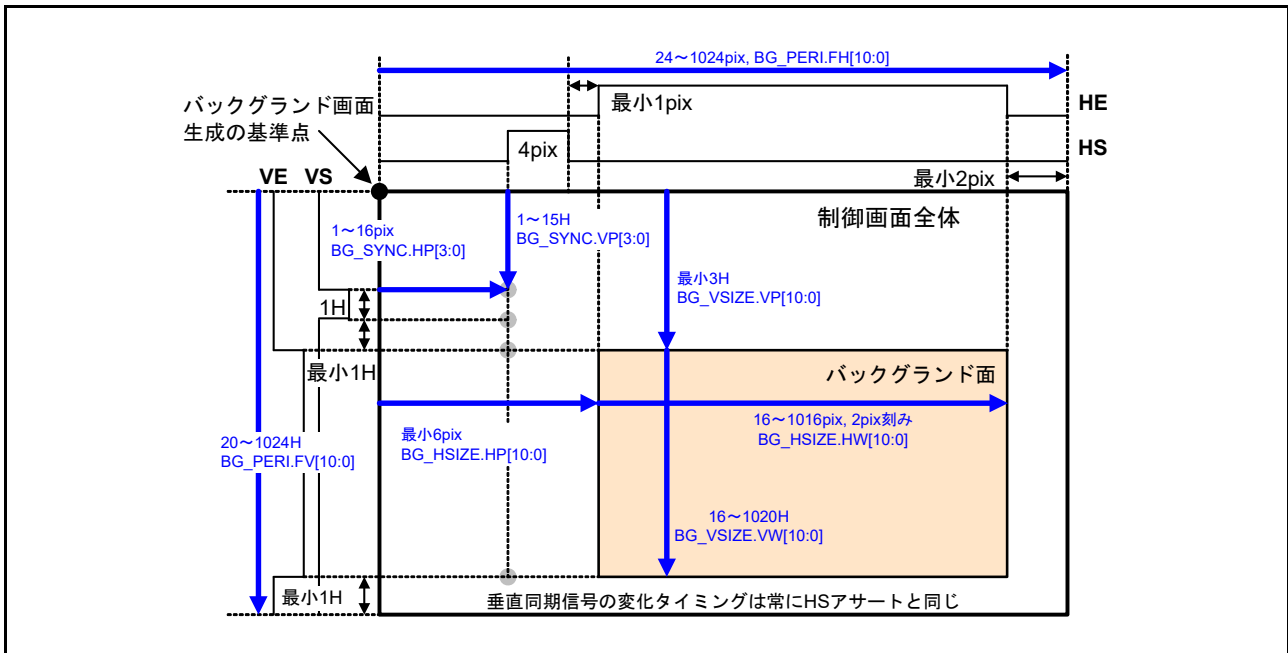
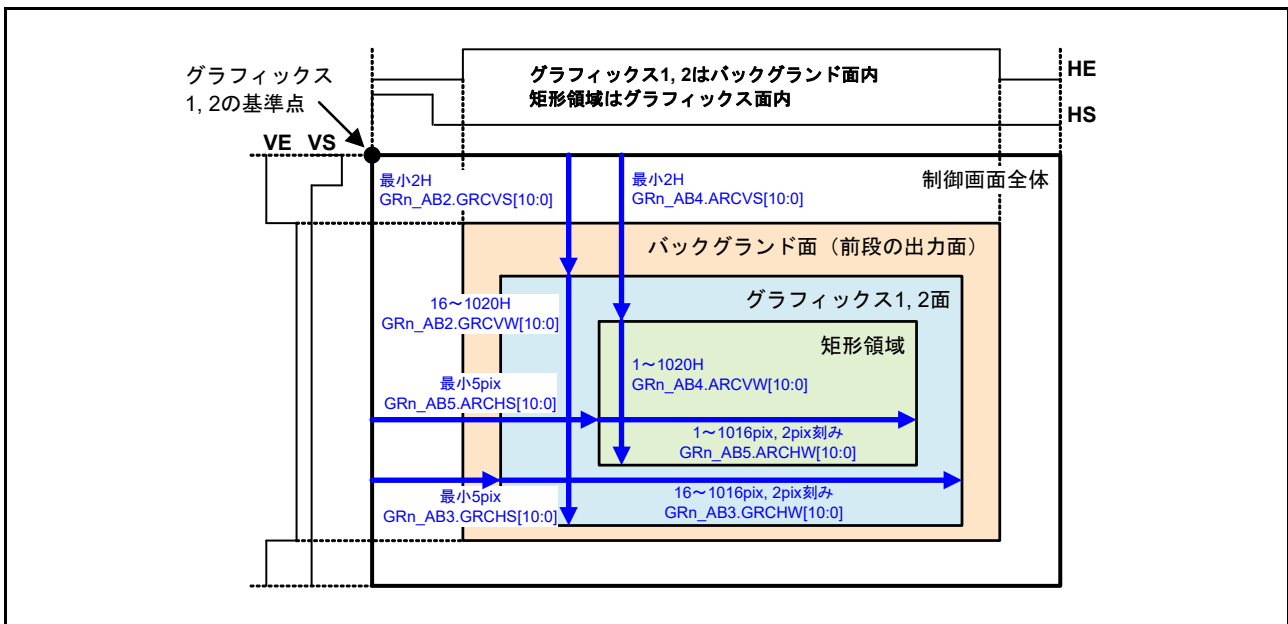

図 58.26 バックグラウンド画面の内部定義
図 58.27 グラフィック 1、グラフィック 2 の画面の内部定義
GLCDC 動作で使用する必須な信号はバックグラウンド画面生成モジュールで生成され、グラフィック 1 モジュール、グラフィック 2 モジュール、出力制御モジュールは連続して転送された垂直/水平同期信号 (VS と HS) および垂直/水平ピクセル許可信号 (VE と HE) に基づき動作します。バックグラウンド画面の基準点 (フレーム開始点) は、出力信号では決定できません。図に示された点はバーチャルで、レジスタ設定用に限定して提供されています。グラフィック 1 モジュール、グラフィック 2 モジュール、出力制御モジュールでは、前ステージから入力 (出力) された垂直同期信号 (VS) のアサートが基準点 (フレーム開始点) となります。各モジュールは有効ピクセルディスプレイ領域と、ピクセルデータの特別処理領域 (グラフィック 1、グラフィック 2 の矩形領域) を、この基準点に基づく位置と幅に準じて定義しています。図 58.26 にバックグラウンド画面の定義を、図 58.27 にグラフィック 1 およびグラフィック 2 の画面の定義を示します。出力制御モジュールは、前ステージ (グラフィック 2) から出力される有効ピクセル領域全体 (VE、HE の両方が 1) を補正します。(出力制御モジュールに補正領域を設定するためのレジスタは提供されていません。) 出力制御モジュールの TCON は、内部垂直/水平同期信号 (VS と HS) に基づき出力される制御信号を生成し、その出力信号の変更タイミングはレジスタに指定された有効設定範囲内で自由に変更できます。